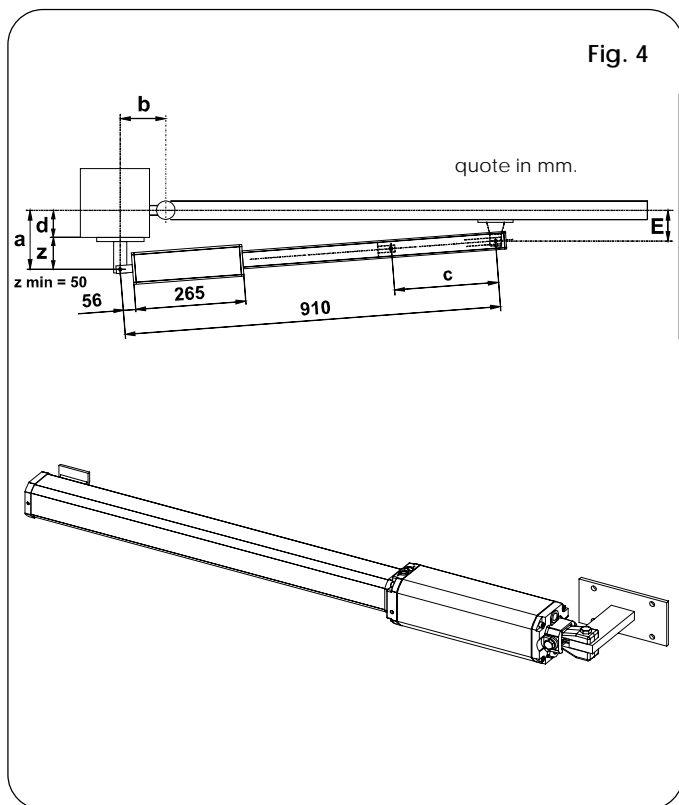

Fig. 4
- per ragioni d'ingombro dell'operatore la **quota Z minima è di 50 mm** (Fig. 4);